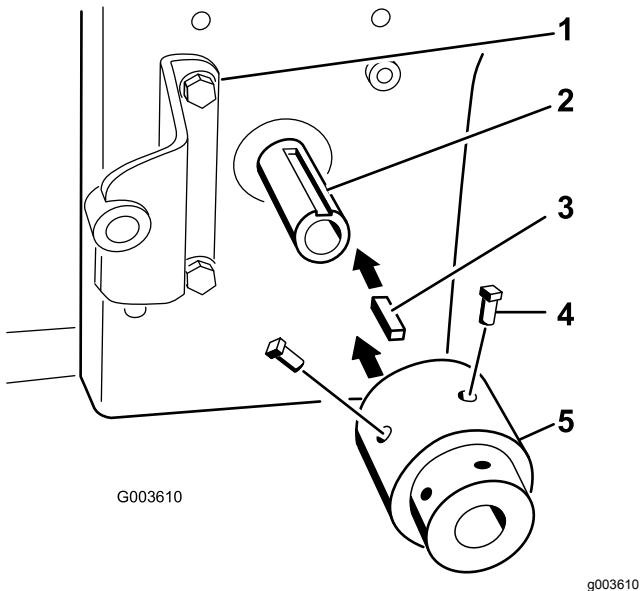

Figura 20
6. Instale a chave quadrada (1/4" x 1") na ranhura no eixo da tomada de força do motor (**Figura 20**).
- Alinhe o conjunto do hub com a chave quadrada e instale-o no eixo da tomada de força do motor (Figura 20).
- Aplique adesivo de roscas amovível nos 2 parafusos de afinação ($5/16''$ x $3/4''$) e instale-os no conjunto do hub para o prender ao eixo da tomada de força (Figura 20).